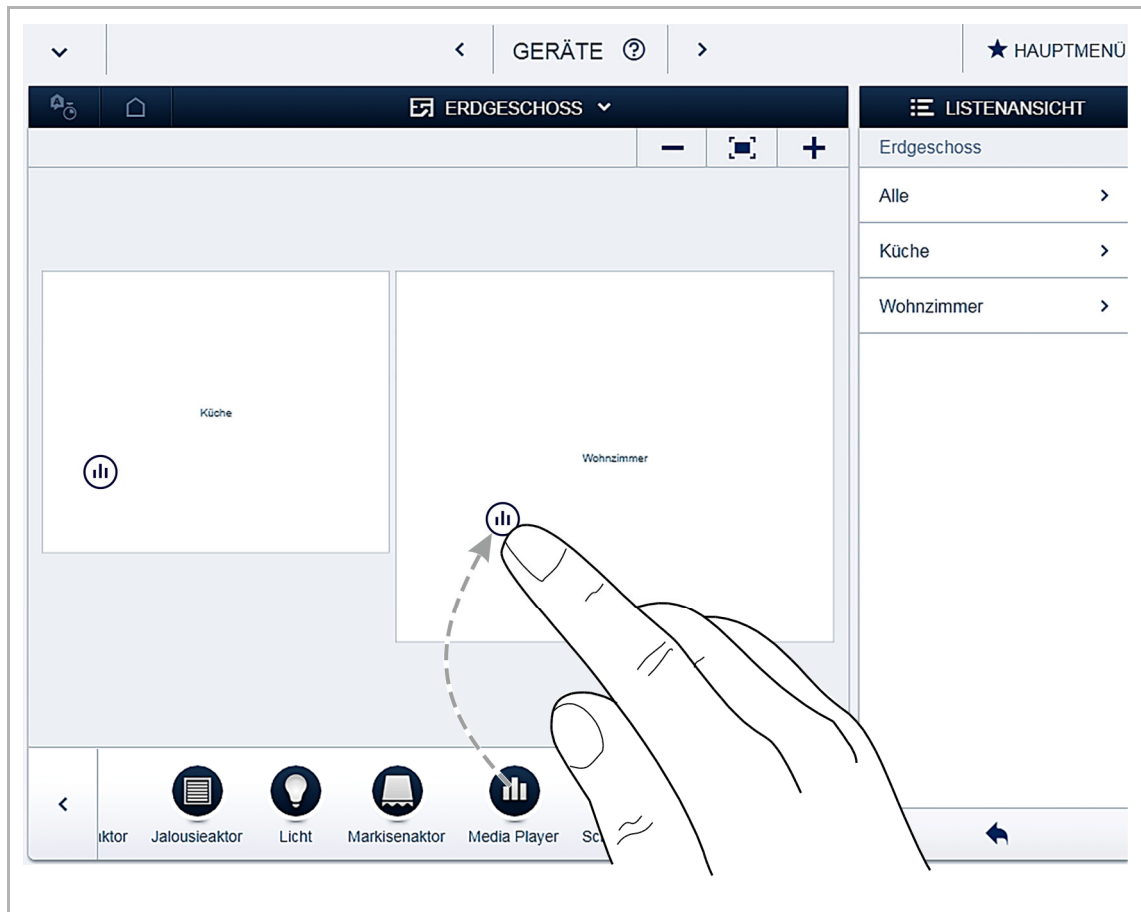

Abb. 118: Sonos Speaker zu Räumen zuordnen
2. Im Menü „Geräte“ die Sonos Speaker (Media Player) zu Räumen zuordnen, siehe Abb. 118.